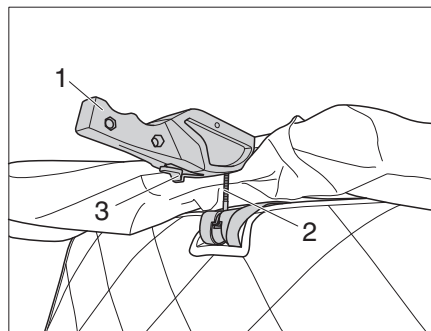

Figure 5 Desserrer les verrouillages
- Appuyer sur le levier de sécurité (Figure 5,3) vers l'avant et tirer simultanément sur le dispositif de verrouillage (Figure 5,1) à gauche et à droite vers le bas.
- Extraire le boulon (Figure 5, 2) du logement de verrouillage.